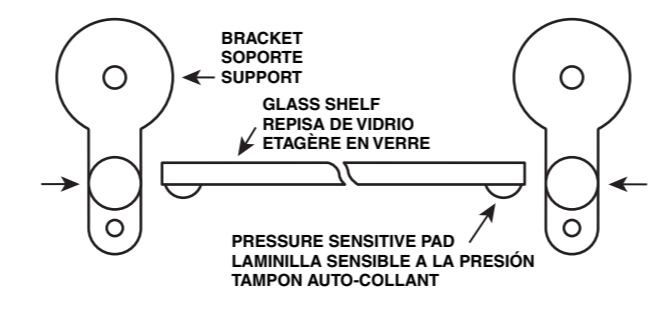

Fig. 2
3. Insert the glass shelf into the shelf brackets with the pads facing down, **Fig. 2**. Position the shelf in the desired location on the wall. On tile walls, if possible, align mounting holes on grout lines. Mark the center of the top mounting hole of one of the brackets.
3. Inserte la repisa de vidrio en sus soportes, con las laminillas hacia abajo, **Fig. 2**. Colóquela en su lugar de la pared. En el caso de las paredes de azulejo, si es posible, alinee los agujeros de montaje con las uniones de cemento. Marque el centro del agujero superior de uno de los soportes.
3. Insérez la tablette en verre dans les supports de l'étagère, les tampons se trouvant au-dessous, **Fig. 2**. Placez l'étagère sur le mur à l'endroit désiré. Sur des carreaux en céramique, alignez si possible les trous de fixation dans le coulis d'un joint. Marquez le centre du trou de fixation se trouvant dans le haut d'un des supports.